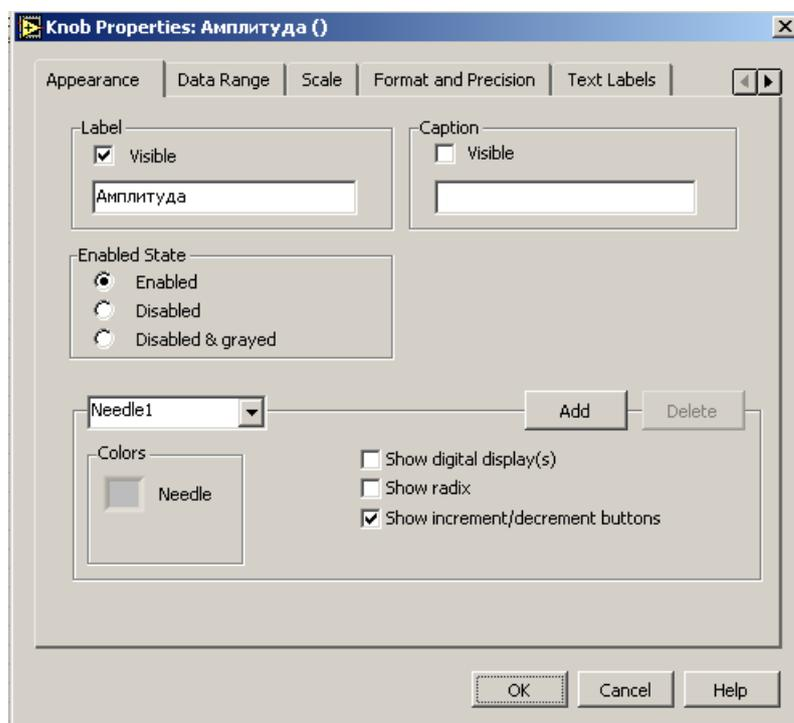

Рис. 9. Диалоговое окно KnobProperties
2. В секции **Label**(название) на странице с закладкой **Appearance** (Внешний Вид) удалите название **Knob** и введите новое название - *Амплитуда*. Диалог **KnobProperties** выглядит, как показано на рис. 9.